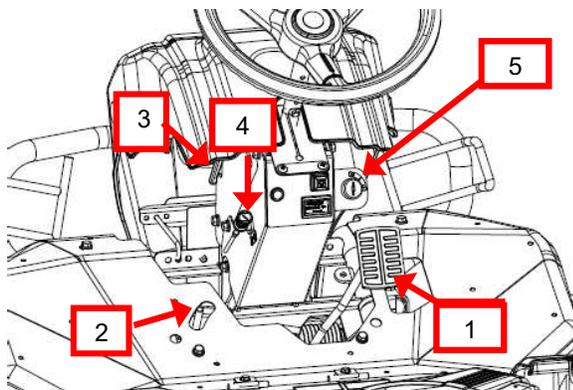

Figure 6a (modèle RM882 & RM952)
La pédale de frein est utilisée en cas d'urgence ou lorsque le frein de stationnement est verrouillé (1, Fig. 6a & 6b). Lorsque la pédale de frein est enfoncée, le levier de vitesse de déplacement est déplacé automatiquement à la position neutre «N».
Pour verrouiller le frein de stationnement, appuyez sur la pédale de frein (1, Fig. 6a & 6b), puis tourner le levier de verrouillage (2) vers la droite. Appuyez à nouveau et relâchez la pédale pour déverrouiller le frein de stationnement.
Lorsque le levier de la poignée d'angle (3, Fig. 6a & 6b) est desserré, vous pouvez régler l'inclinaison du volant. Une fois que l'angle est sélectionné, serrez fermement le levier d'inclinaison jusqu'à ce qu'il soit fixé.
Tirez le levier de démarrage à froid (4, Fig. 6a & 6b) pour démarrer le moteur froid, et libérez-le graduellement lorsque le moteur chauffe.
La clé de contact (5, Fig 6a & 6b) est utilisée pour démarrer et arrêter le moteur.